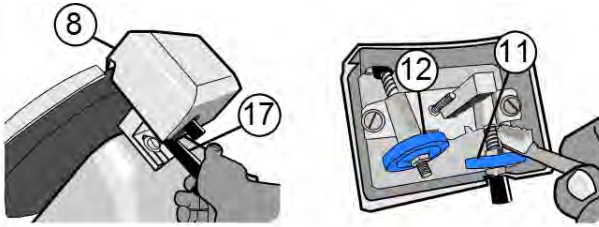

FIG 10. CAJA AFILADOR
D. CAJA AFILADOR (Ver Fig. 10).
- 1.- Afloje la perilla (17) y retire la caja afilador (8) jalando el ensamble hacia arriba.